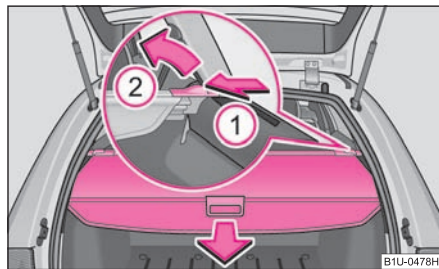

Fig. 72 Portbagajul: Demontarea măștii rulante de protecție a portbagajului
- Trageți masca rulantă a portbagajului în sensul indicat de săgeată ⇒ fig. 72.
- Pentru transportarea bagajelor voluminoase, masca rulantă a portbagajului se poate demonta, apăsând bara transversală dintr-o parte, în direcția săgeții ❶ și trăgând masca în sensul indicat de săgeata ❷ ⇒ fig. 72.